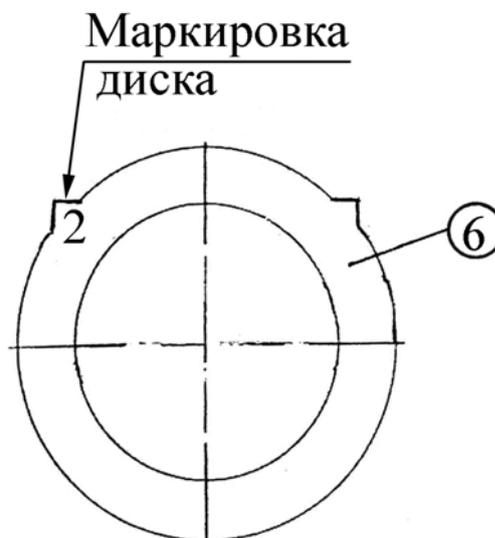

Рисунок 4.106
1.2) если величина утопания (зазора) выходит за указанные пределы, отрегулируйте ее путем подбора и установки промежуточного диска (6) требуемой толщины. Предусмотрены восемь типоразмеров дисков. Порядковый номер маркировки диска нанесен на выступе (упоре) диска как показано на (**рисунок 4.106**). Порядковый номер и соответствующие им толщины «**S**» приведены в таблице ниже;